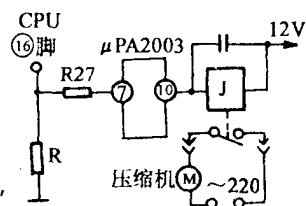

图 1-2 控制电路局部图
分析与检修：经初步分析，怀疑为压缩机控制电路有故障。相关电路如图 1-2 所示，该部分电路的工作原理是：空调器的主控制器接收到开机、停机的控制指令，经 CPU 处理后，从 ⑩脚发出启停压缩机的信号（高电平为启动运行）。再经反向驱动集成电路（ μ PA2003）控制功率继电器闭合，释放，从而控制压缩机的启停。根据上述分析，压缩机失控的原因有：（1）功率继电器触点粘合；（2）CPU